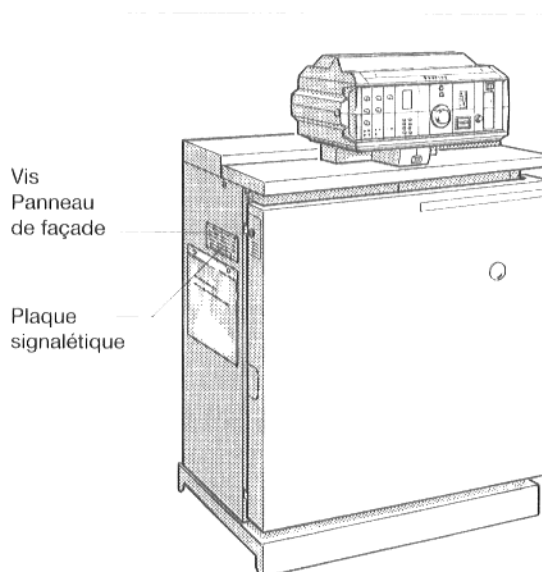
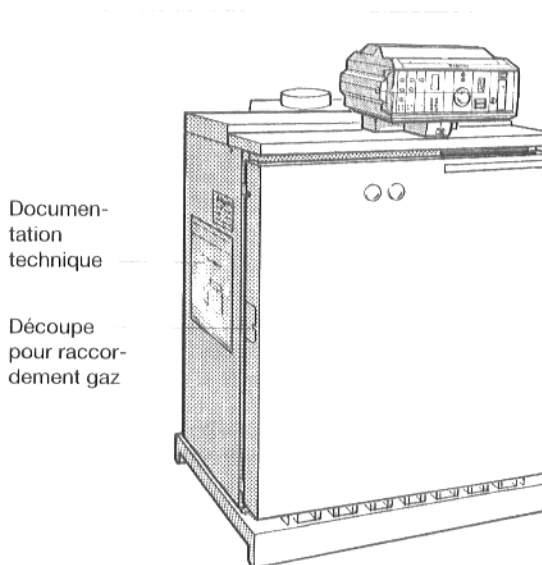

Fig. 25
Fig. 26
- Enlever le couvercle de la découpe (fig. 26) sur la droite ou sur la gauche du panneau de façade.
- Visser les vis de fixation du panneau de façade (fig. 25).
- Fixer la plaque signalétique (fig. 25) ainsi que la pochette transparente contenant la documentation technique (fig. 26) sur le panneau latéral sur lequel elles seront les mieux visibles.